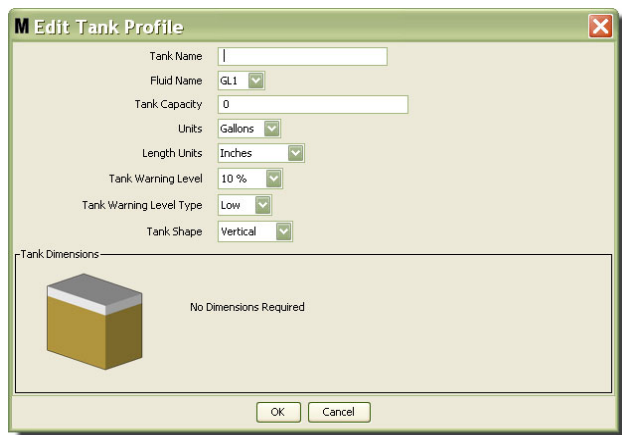

Рис. 73
- Появится окно «Edit Tank Profile» [Изменить профиль цистерны] Рис. 73.